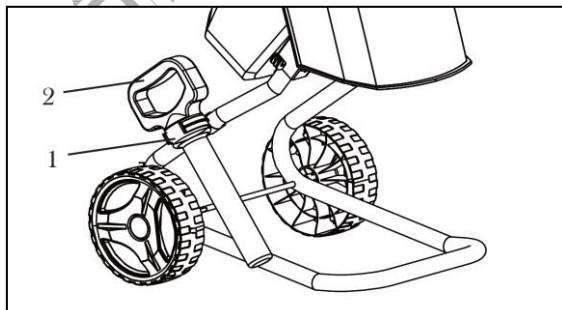

Fig. 2
- Agganciare il supporto della paletta (Fig. 2 - 1) a un lato del supporto.
- Agganciare la paletta (Fig. 2 - 2) al supporto della paletta.